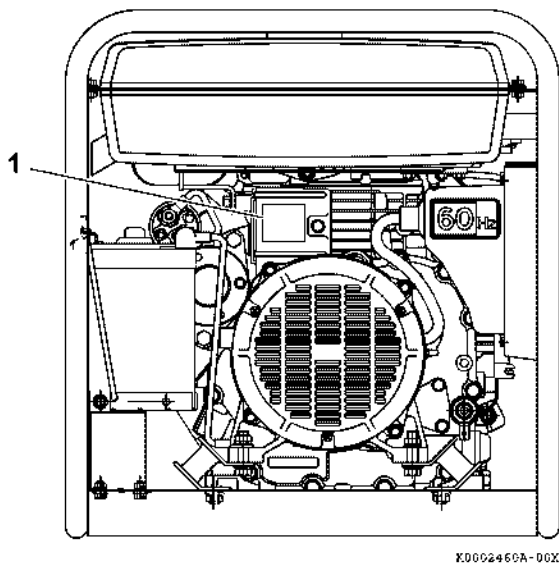
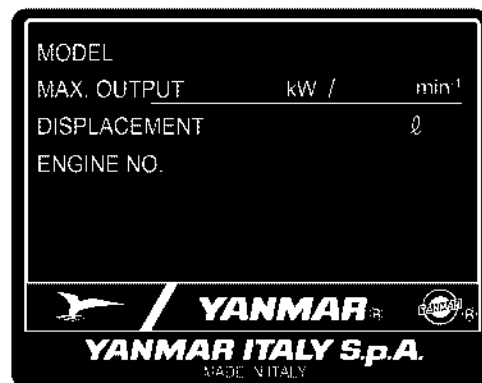

Рис. 14
Рис. 15
Ярлык с данными двигателя (Рис. 15) расположен на кожухе со стороны механизма силовой передачи над стартером (Рис. 14, (1)).